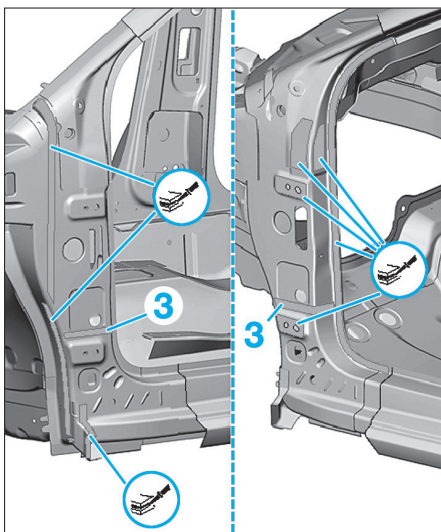

FIG. 29
- Appliquer un cordon de colle et un cordon d'étanchéité en (3) (Fig.29).